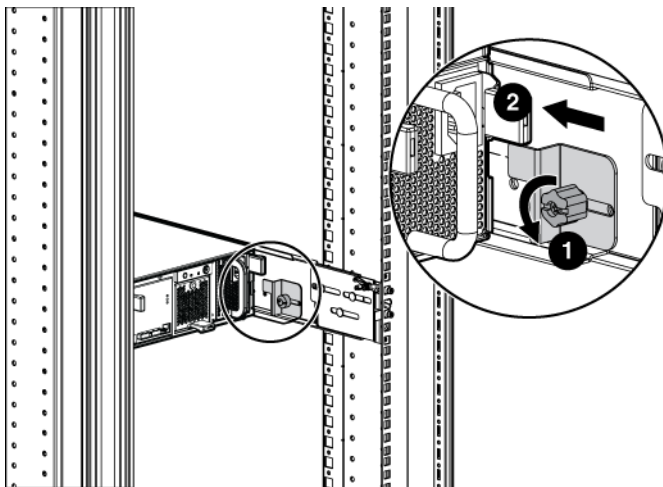

Abbildung 11 Befestigen der Rückseite des Enclosures (Rückansicht des Racks)
5. Lösen Sie an der Rückseite des Racks die Rändelschraube der Transporthalterung (1, Abbildung 11), und schieben Sie die Halterung nach vorne (2), bis die Lasche in der Öffnung des Gehäuses einrastet. Ziehen Sie die Rändelschraube an der Transporthalterung fest.